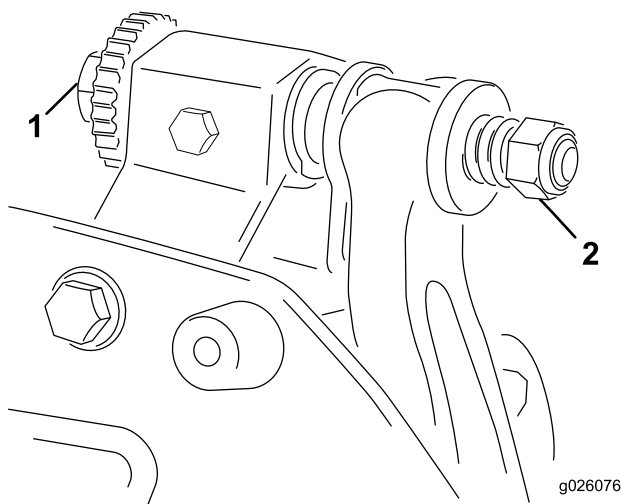

Figura 10
2. Inclinate l'unità di taglio per esporre la controlama e il cilindro. **Accertatevi che i dadi o l'estremità posteriore delle viti di regolazione della barra di appoggio non poggino sul piano di lavoro (Figura 10).**